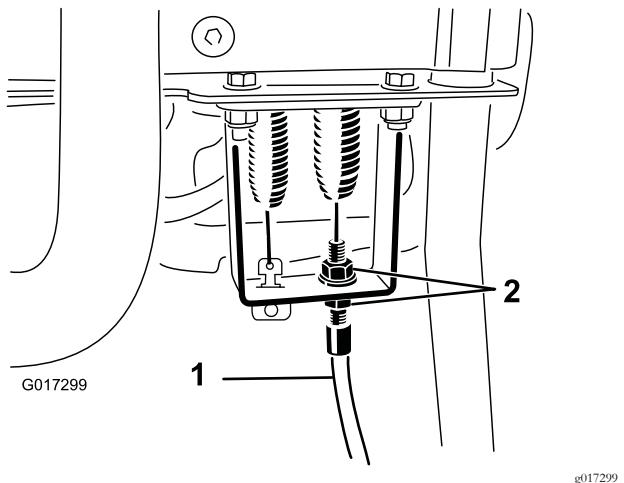

Figure 52
4. Au niveau du tablier de panneau de commande, desserrez le câble de commande du cylindre pour détendre le câble (Figure 52).